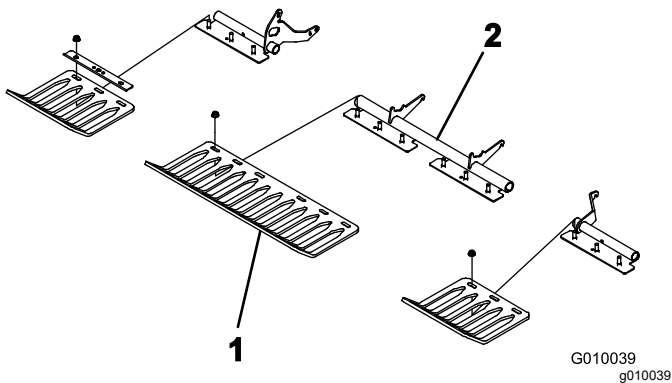

Figure 23
- Fixez légèrement les protège-gazon sur leurs supports au moyen de 4 barrettes de fixation et 12 écrous à embase (Figure 23). Ne serrez pas les fixations.
**Remarque:** À la livraison, les barrettes de fixation des protège-gazon et les écrous à embase sont fixés aux supports des protège-gazon (Figure 23).